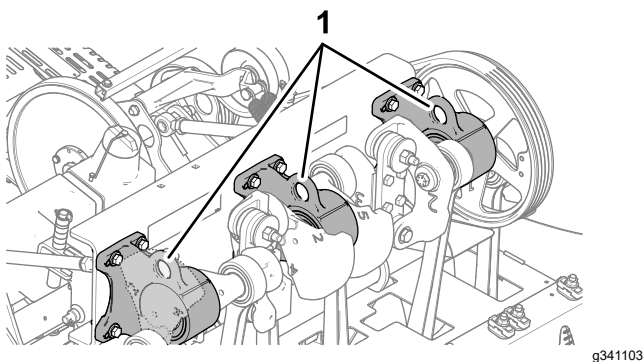

Рисунок 3
**Примечание:** По возможности используйте для подъема задней части машины подъемное устройство. Используйте проушины в корпусах подшипников вала аэратора в качестве точек крепления подъемного устройства (Рисунок 3).